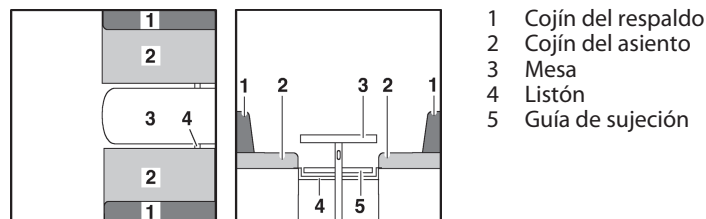

Fig. 117 Antes de la transformación
- Transformar la mesa (Fig. 117,3) en base de cama (véase apartado 7.8).
- Según el modelo, meter el listón (Fig. 117,4) o tirarlo hacia dentro. El listón tiene la posición correcta cuando soporta el tablero de mesa aprox. 15 - 20 cm detrás de la pata de mesa.